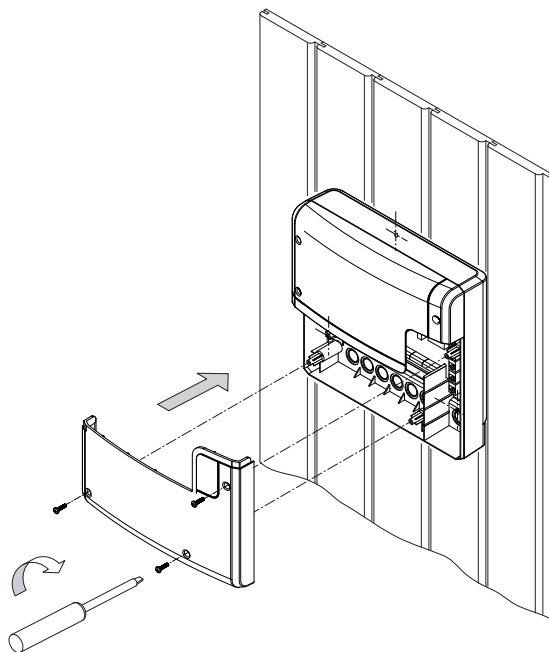

**Fig. 2**
Les perçages pour les vis à bois fournies de 4 x 25 mm doivent être effectués conformément aux dimensions indiquées dans la fig. 2.
2. Dans le trou en haut au centre, tournez l'une des vis à bois. La partie de puissance doit être accrochée à cette vis. Pour ce faire, laissez la vis dépasser d'env. 3 mm (plus de détails dans la fig. 2).